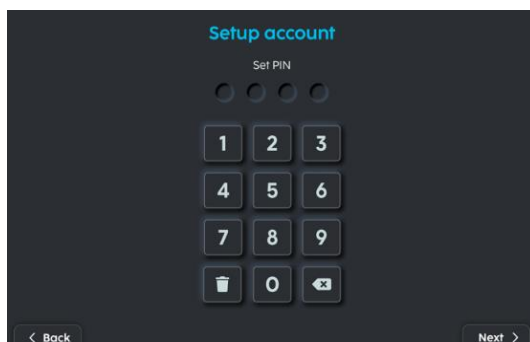

FIGURE 3-9
5. Saisissez votre mot de passe (Fig. 3-9).